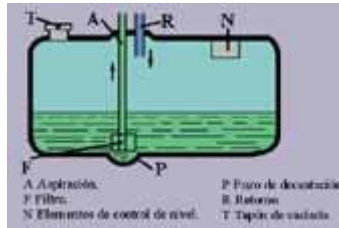

Fig. 9
**Depósito de combustible (fig. 9)**
Este filtro (**F**) colador (**ver fig. 9**), se coloca en el interior del depósito. Es una malla metálica y no permite que pasen las partículas gruesas.